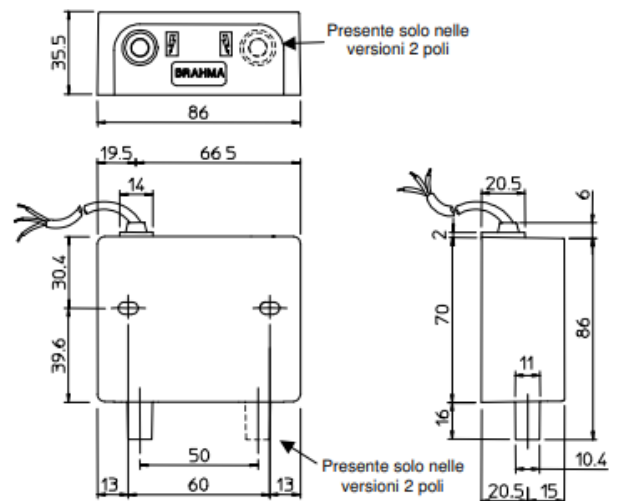
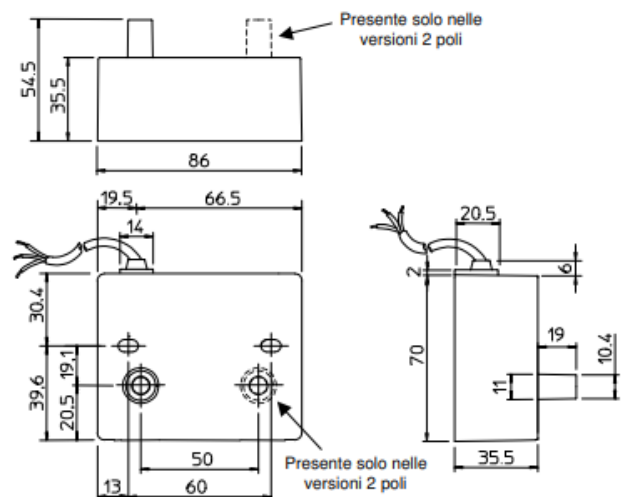

Fig. 1
Fig. 2
Las Fig. 1, Fig. 2, Fig. 3 y Fig. 4 muestran las principales dimensiones de ambas series de dispositivos. Para la fijación deben utilizarse tornillos M4 o M5 (en los transformadores de la serie TC, la ovalización de los orificios permite variar la distancia de fijación entre 57 mm y 64 mm).
- C: alimentación con cable (Fig. 1, 2, 3 y 4);
- L: aislantes laterales (Fig. 1 y 3);
- S: aislantes inferiores (Fig. 2 y 4)